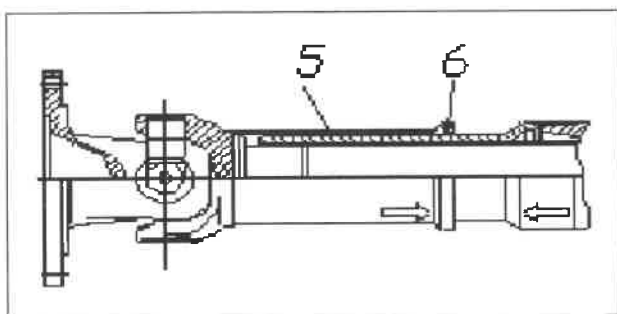

Рис. 71
- Не придавливайте защитную профильную втулку (5) и уплотнитель (6) другими предметами (рис. 71).